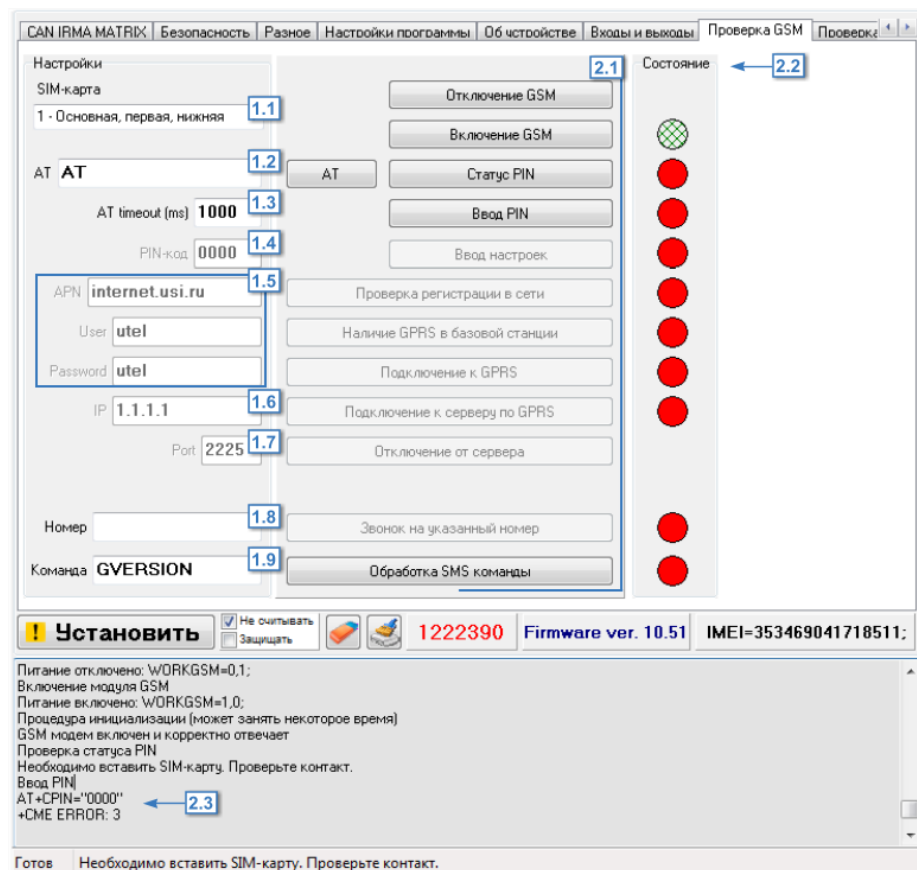

Рис.88. Вкладка Контроль. Проверка GSM.
**2. Проверка GSM модема прибора.** Перед началом проверки модема необходимо выбрать SIM-карту, с которой будет проверяться модем (**Рис.88, п. 1.1**).
Для проверки модема нажимайте кнопки с командами (**Рис.88, п. 2.1**) в порядке их расположения. Обработка каждой команды занимает некоторое время. Состояние обработки команды можно отслеживать при помощи индикаторов состояния (**Рис.88, п. 2.2**) и в строке состояния (**Рис.88, п. 2.3**).
14. Выполните звонок на указанный в поле 1.8 (**Рис.88**) номер (кнопка Звонок на указанный номер). При голосовом вызове светодиод «GSM» горит постоянно.
15. Проверьте работу модема с SMS командами. Введите команду в поле 1.9 (**Рис.88**) и нажмите кнопку «Обработка SMS команд».